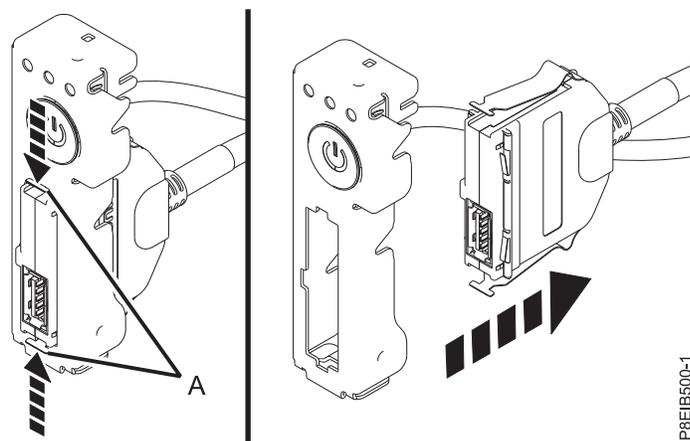

図 107. 電源スイッチからの前面 USB ケーブルの取り外し
10. コネクター **(A)** のラッチ・リリースを押して、電源スイッチから前面 USB ケーブルを切り離します。図 107を参照してください。